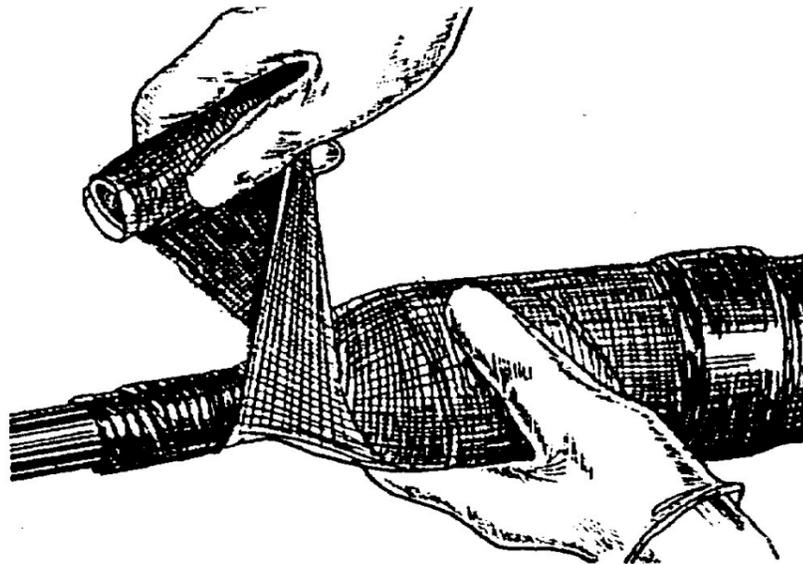

Рисунок 4.18
4.5.9 Надеть защитные перчатки и вскрыть пакет с «Армопластом» (из состава КМЧ). Намотать с 50 % - м перекрытием ленту «Армопласт», начиная с середины муфты к одному из конусов, затем через середину муфты к другому конусу и обратно к середине (рисунок 4.18).